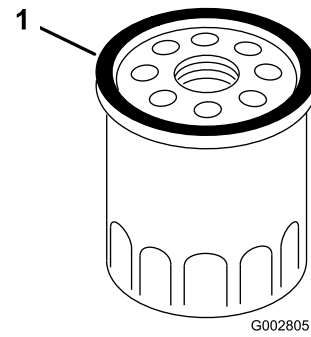

Figura 28
7. Usando el dedo,unte la junta del filtro nuevo con aceite (Figura 28).